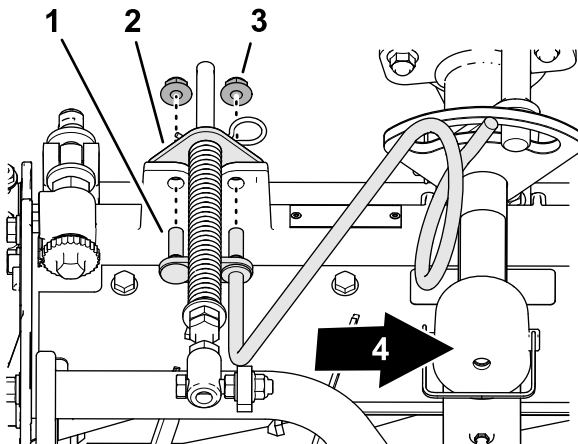

Bild 14
- Richten Sie die Bolzen der rechten Schlauchführung mit den Löchern im Rahmen des Mähwerks und der Halterung der Rasenkompensierung aus (**Bild 14**).